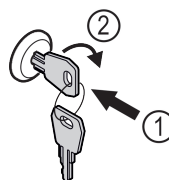

Fig. 165 Immagine a titolo di esempio
- Inserire la chiave Fig. 165 (1).
- Ruotare la chiave di 90° in senso orario Fig. 165 (2).